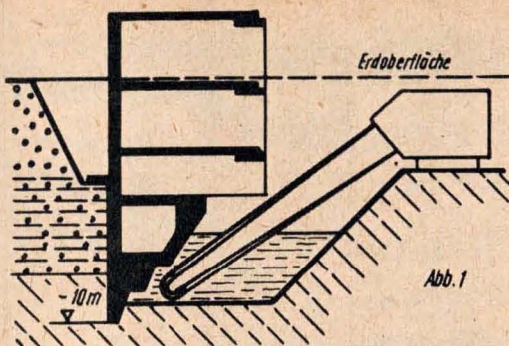

Abb. 1
Das 2. Moskauer Uhrenwerk produziert serienmäßig den kreisförmigen logarithmischen Rechenschieber „KL-1“. Er ist für die Ausführung von in der Praxis sehr häufig vorkommenden Rechenoperationen bestimmt, und zwar: Multiplizieren, Dividieren, Quadrieren, Radizieren, Ermitteln trigonometrischer Sinus- und Tangensfunktionen sowie umgekehrt, Ermitteln der Winkelwerte und Errechnen des Kreisflächeninhalts. Der „KL-1“ hat einen Durchmesser von nur 5 cm und ist 1 cm hoch. Also besitzt er fast die Größe einer handelsüblichen Taschenuhr, sein Durchmesser ist kaum größer als eine Streichholzlänge (Abb. 1 u. 2). Das macht dieses Gerät für Rechnungen in der Praxis so geeignet. Außerdem ist
Das runde Gehäuse des „KL-1“ besteht aus einer Aluminiumlegierung und besitzt zwei Knöpfe an der Peripherie (rot und schwarz). Der Rechenschieber hat auf jeder Seite ein Skalenblatt. Während das eine auf der Vorderseite mit dem schwarzen Knopf (Abb. 1) gedreht werden kann, ist das andere unbeweglich angebracht.
2. Mit dem schwarzen Knopf wird das bewegliche Blatt so gedreht, daß der Wert des zweiten Faktors auf der inneren Rechenskala unter dem Zeiger zu stehen kommt (Abb. 1).